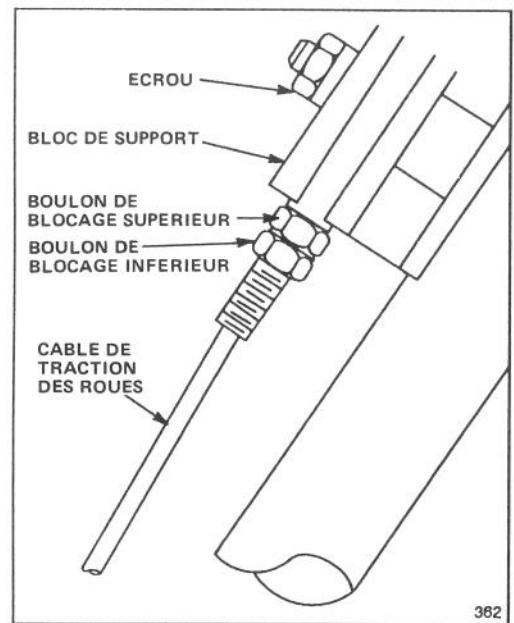

Figure 16
2. Desserrez l'écrou du bloc de support (Fig. 16).
- 3 Desserrez le contre-écrou inférieur sur le câble de traction des roues (Fig. 16).
8. Une fois le réglage terminé, le boulon de blocage supérieur doit se trouver contre le bloc de support (Fig. 16).